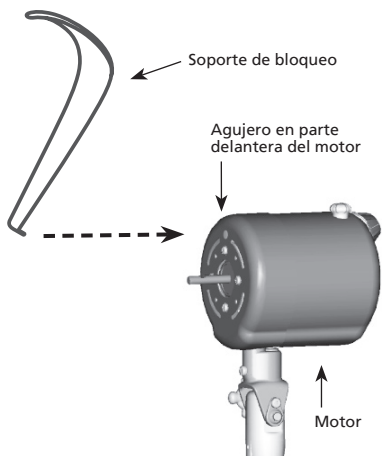
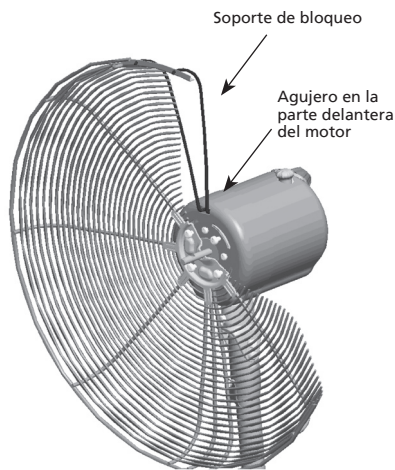

FIGURA 12A
FIGURA 12B
25. Instale el soporte de bloqueo inclinándolo como se muestra en la Figura 12A e insertando la parte inferior del soporte en el agujero en la parte superior delantera del motor, como se observa en la Figura 12B. Luego mueva la parte superior del soporte de bloqueo hacia adelante sobre las rejillas delantera y posterior como se muestra en la Figura 12b.
NOTA: Por fines de claridad, la rejilla posterior y el conjunto del aspa se han sido retirado de la Figura 12A para mostrar la instalación del soporte de bloqueo.